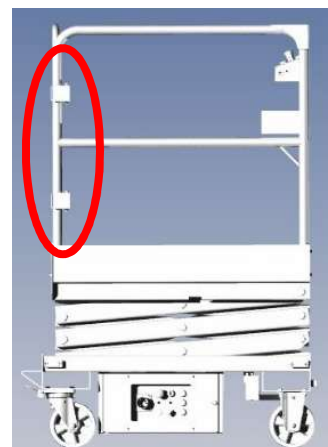

Abb. 1
Abbildungen (z. B. Abb.1) und Tabellen (z. B. Tab. 1) sind im gesamten Dokument fortlaufend nummeriert.
3. Fassen Sie die Maschine auf der Schwenkradseite an den Korbprofilen, wie in Abb. 1 zu sehen ist.